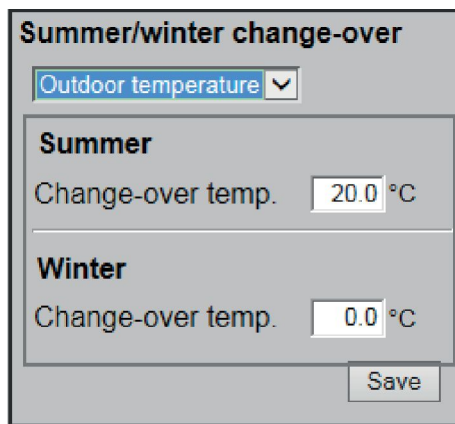

Рис. 37: Температура наружного воздуха
- ▶ При выборе типа управления «Наружная температура» также необходимо установить температуры смены режима лето/зима (Рис. 37).